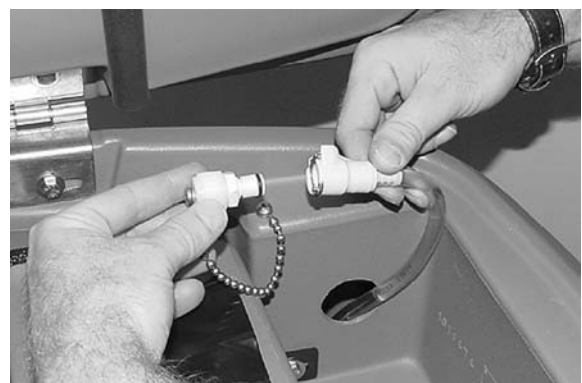

FIG. 14
- Lorsque vous n'utilisez pas le tuyau d'alimentation, veillez à le brancher sur le bouchon de stockage (Figure 14). Ceci permet d'éviter que le système de solution FaST sèche et obstrue le tuyau d'alimentation.